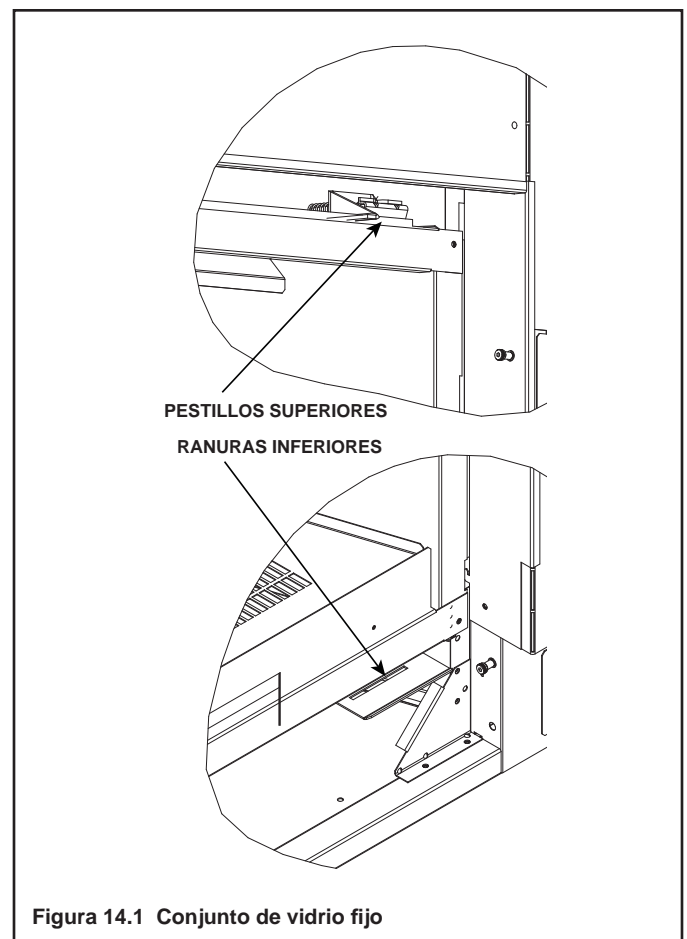

Figura 14.1 Conjunto de vidrio fijo
3. Use los dos dedos índices para desenganchar los pestillos. Consulte la Figura 14.1.
4. Deslice las lengüetas inferiores del conjunto de vidrio en las ranuras inferiores de la chimenea. Consulte la Figura 14.1.